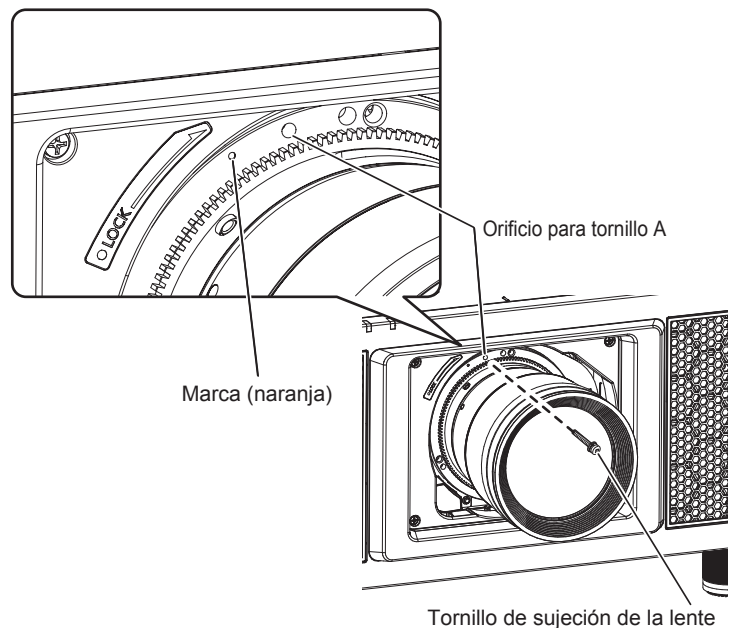

Figura 2
- 2) Asegure la lente de proyección con el tornillo de sujeción de la lente suministrado. (Figura 2)